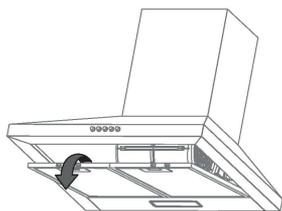

fig. 17
2. Para instalar el nuevo filtro de carbón retire las rejillas de aluminio (fig. 17)